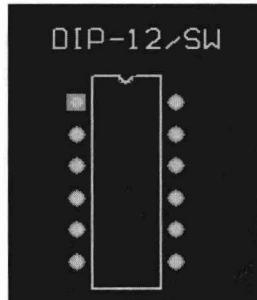
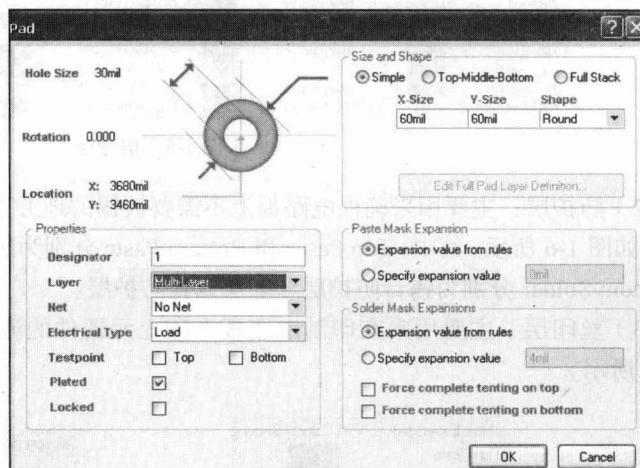

图 1-10 直插式封装元器件外观
图 1-11 焊盘属性设置为多层
(1) 直插式封装：指将元器件的引脚插过焊盘导孔，然后再进行焊接，如图 1-10 所示。值得注意的是，在采用直插式封装设计焊盘时应将焊盘属性设置为多层 (Multi-Layer)，如图 1-11 所示。